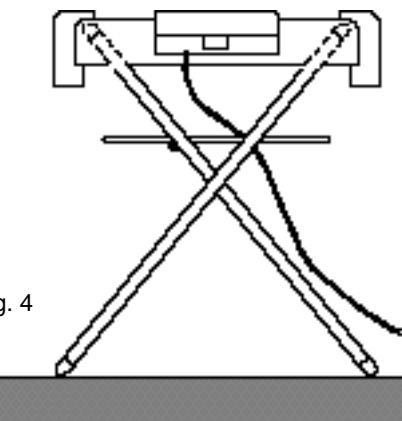

Fig. 4
5) Déposer le corps du gril à bifteck sur le chevalet comme illustré dans la Fig. 4.